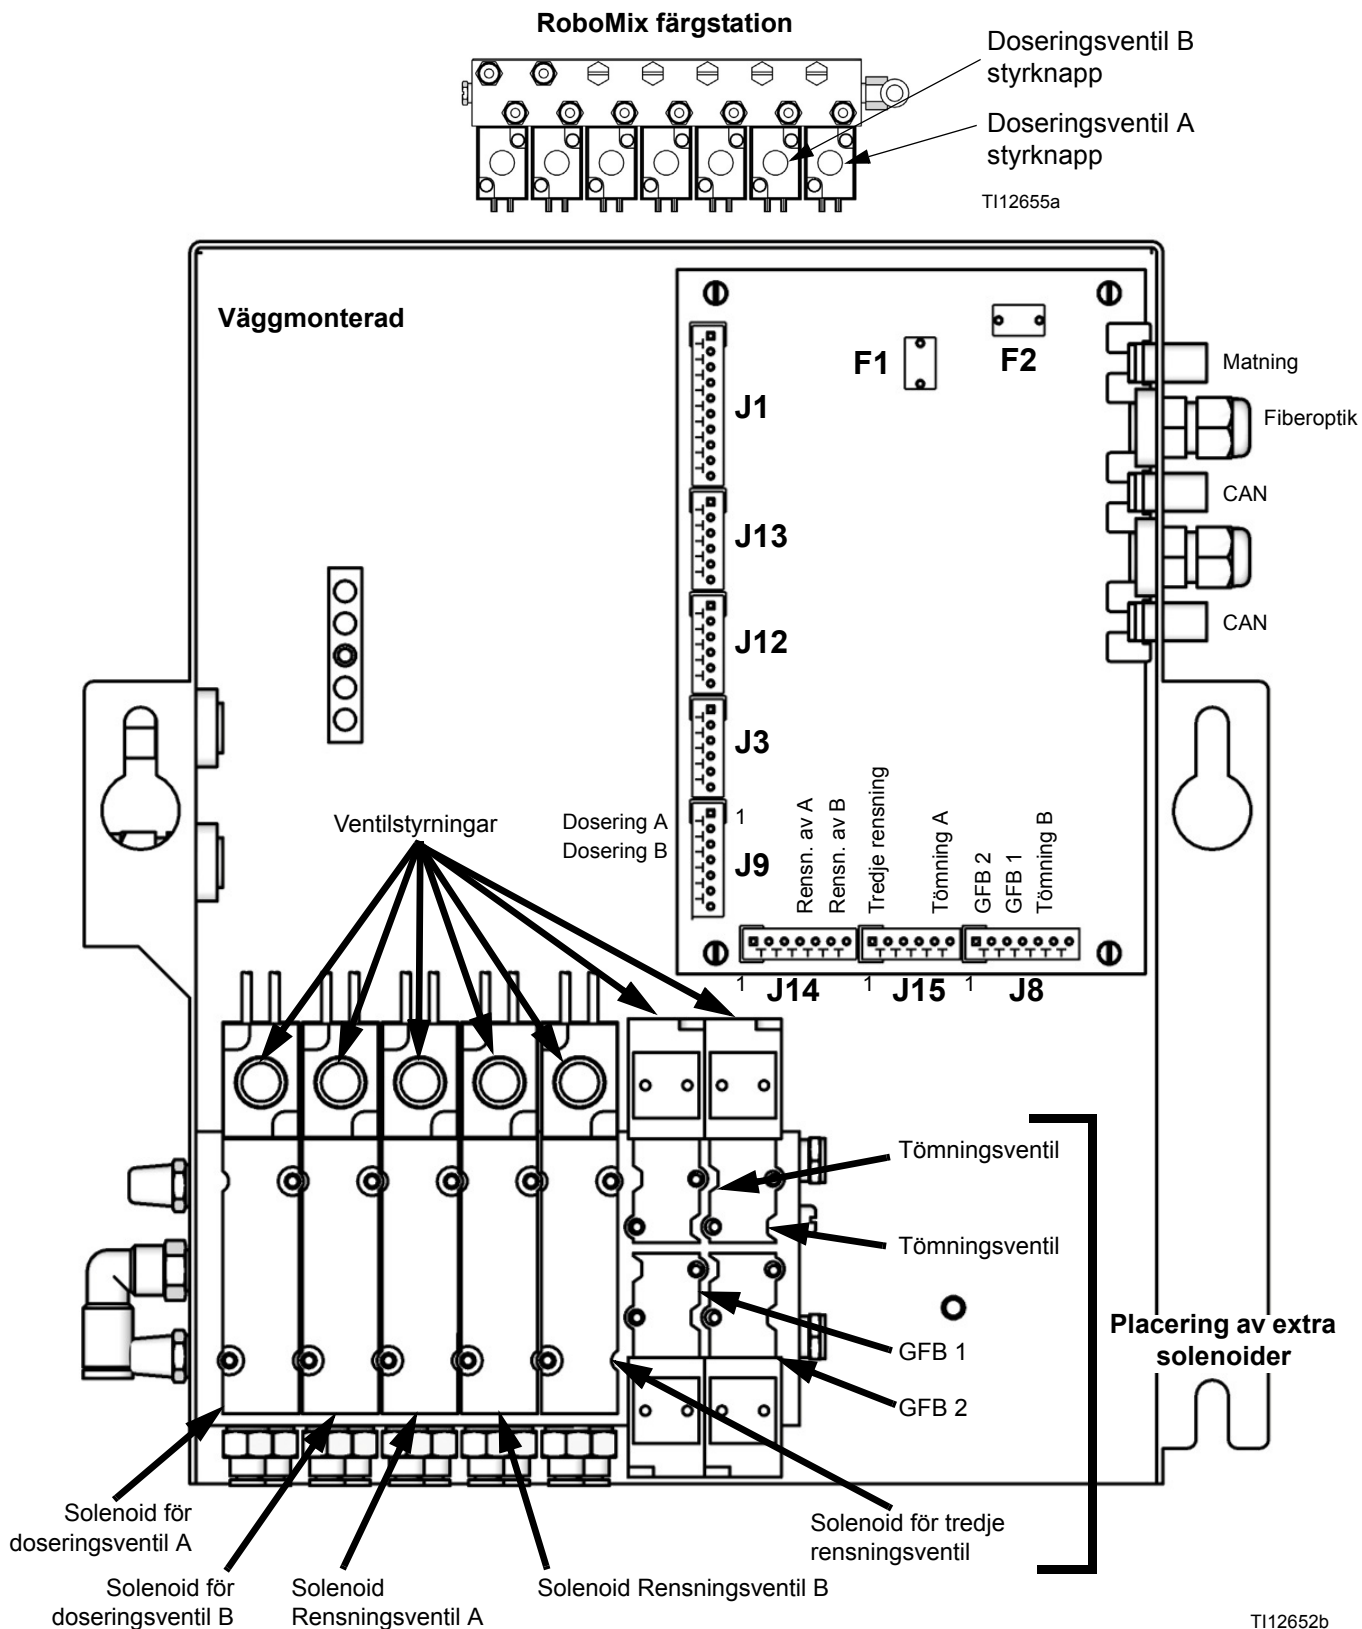

FIG. 5: Färgstation, kort och solenoider
2. Med pistolen aktiverad, tryck på den manuella styrningen på solenoid för doseringsventil A och B för att lätta på trycket. Se FIG. 5.
5. Med pistolen aktiverad, tryck på den manuella styrningen på solenoid för rensningsventil A och B för att lätta på trycket för luft och lösningsmedel. Se FIG. 5. Bekräfta att lösningsmedelstrycket har sänkts till 0.
3. Tryck ner och håll nere tömningsventil A:s solenoidstyrning, FIG. 5.
5. Tryck ner och håll nere tömningsventil B:s solenoidstyrning, FIG. 5.
7. Tryck ner och håll nere tömningsventil A:s solenoidstyrning, FIG. 5.
9. Tryck ner och håll nere tömningsventil B:s solenoidstyrning, FIG. 5.
3. Solenoid-fel	<p>Hantera ventilerna manuellt genom att ta bort Färgstationens hölje och trycka ner och släppa upp solenoidventilens styrknappar. FIG. 5.</p> <p>Använd styrkortdiagnostiken för att kontrollera signalerna. Om signalerna inte är korrekt, gå till Orsak 4.</p> <p>Ventilerna ska öppna och stänga snabbt. Om ventilerna fungerar långsamt, kan detta bero på:</p> <ul style="list-style-type: none"> • Luftrycket till ventilstyrningarna är för lågt. Se Orsak 1. • Solenoid tilltäppt. Se till att lufttillförseln har 5 mikron filter installerat. • Något föremål hindrar solenoiden eller finns i rören. Kontrollera luftutgången från luftledning för motsvarande solenoid när ventilen är aktiverad. Rensa bort hindret. • En doseringsventil är för långt inskruvad. Se ProMix 2KS drifhandbok för inställningar. • Vätsketrycket är för högt och luftrycket för lågt. • Vätsketätning i ventilen har slutat fungera. För reparationsinformation se motsvarande ventilhandbok.